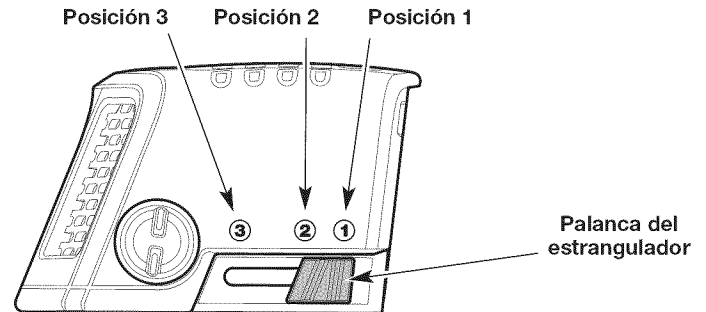

Fig. 14
4. Coloque la palanca del estrangulador en la **Posición 1** (Fig. 14).
7. A continuación, oprima el bloqueo del acelerador y apriete el control del acelerador. Coloque la palanca del estrangulador en la **Posición 2** (Fig. 14).
10. A continuación, oprima el bloqueo del acelerador y apriete el control del acelerador. Pase la palanca del estrangulador a la **Posición 3** (Fig. 14) y siga calentando el motor durante 60 segundos más. Se puede usar la unidad durante este período.
8. A continuación, oprima el bloqueo del acelerador y apriete el control del acelerador. Coloque la palanca del estrangulador en la **Posición 2** (Fig. 14).
12. A continuación, oprima el bloqueo del acelerador y apriete el control del acelerador. Pase la palanca del estrangulador a la **Posición 3** (Fig. 14) y siga calentando el motor durante 60 segundos más. Se puede usar la unidad durante este período.